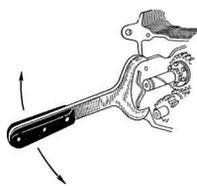

Рис. 98. Проверка работы коробки передач при помощи специального ключа
10. Проверить действие коробки передач, последовательно включая при помощи специального ключа (рис. 98) все передачи.